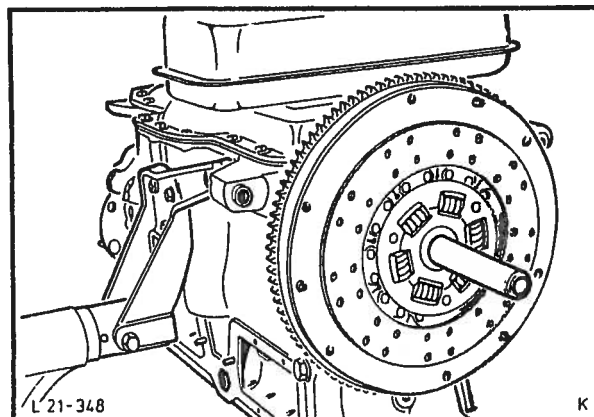

Fig. 71 Sentrering av lamellplate med spesialverktøy 21-067.
45. Sentrer clutchens lamellplate med spesialverktøy 21-067 og monter clutchens trykkplate som angitt, fig. 71.